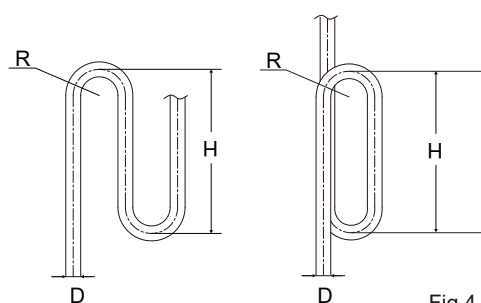

Fig 4.11
- Wanneer de buitenunit zich boven de binnenunit bevindt en het niveauverschil meer dan 20 m bedraagt, wordt aanbevolen om de 10 m een olieretourbocht aan te brengen op de gasleiding van de hoofdleiding. De aanbevolen specificaties van de olieretourbocht zijn zoals weergegeven in afbeelding 4.11.
Vereiste: Het grootste niveauverschil tussen de binnenunit en de buitenunit mag niet meer zijn dan 25 m (buitenunit aan de bovenkant) of 20 m (buitenunit aan de onderkant). Bovendien: als de buitenunit zich boven de hoofdleiding bevindt en het niveauverschil groter is dan 20 m, wordt aanbevolen om elke 10 m een olietourbocht met afmetingen zoals aangegeven in afbeelding 4.11 in de gasleiding van de hoofdleiding aan te brengen.